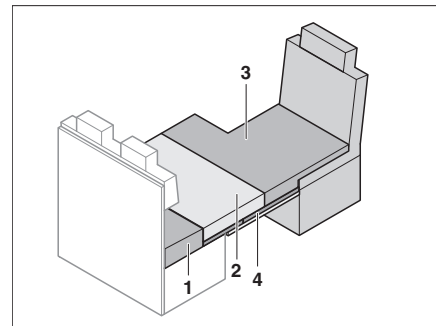

Fig. 186 Dopo la trasformazione
- Posizionare il cuscino aggiuntivo (Fig. 186,3) sul sedile del conducente.
- Collocare i cuscini del divano (Fig. 186,2) sulla base del letto extra.